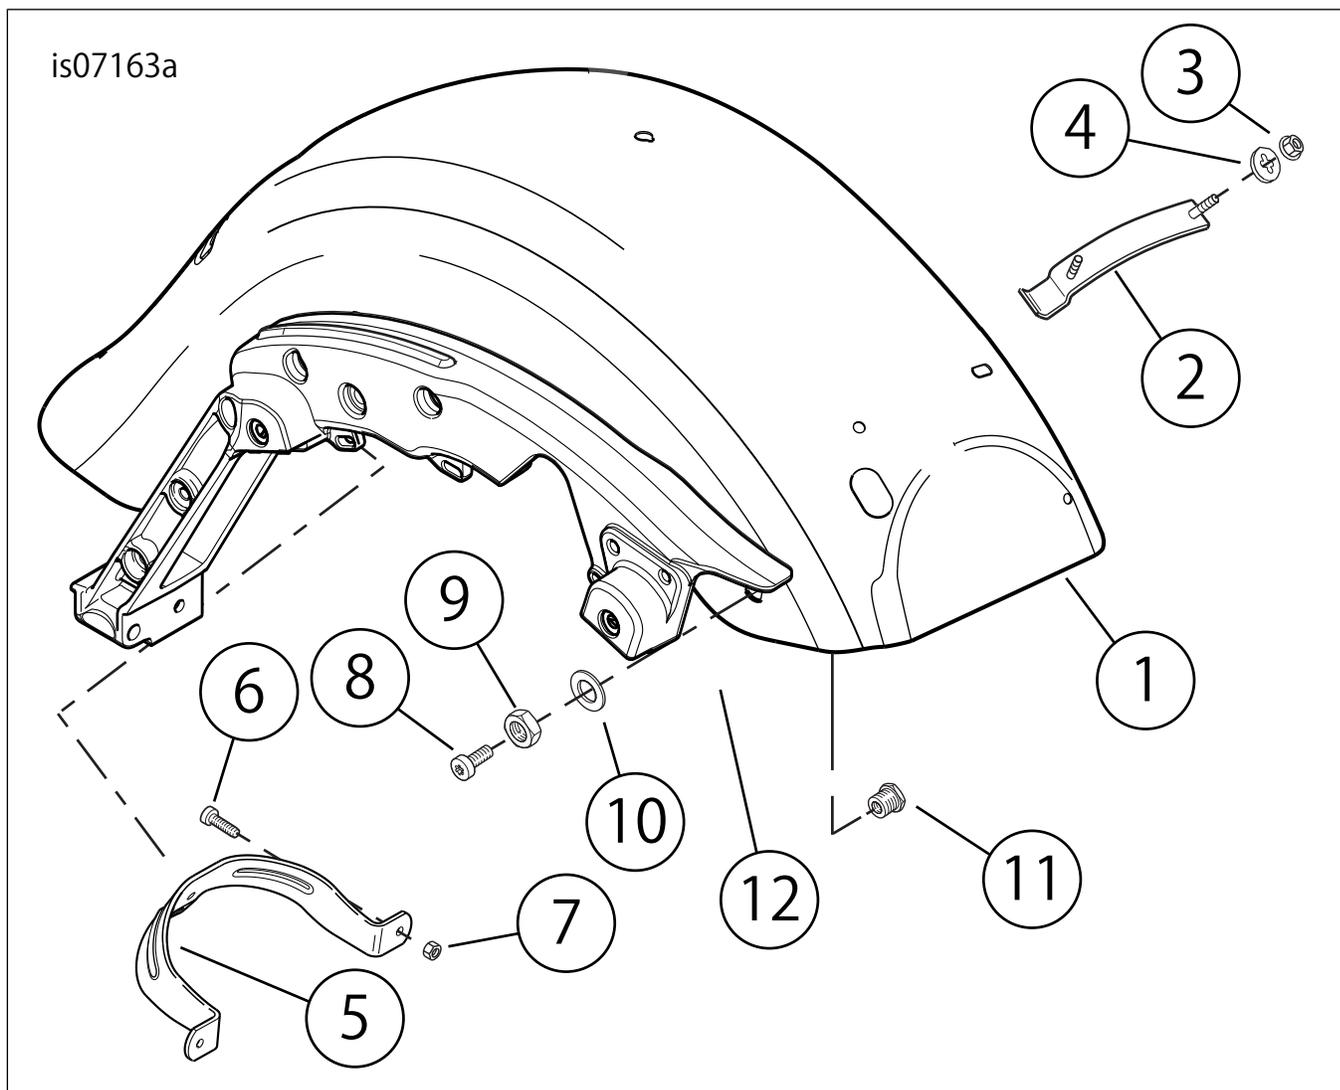

図3。配線図、オーディオハーネス69200321
3. ハーネスが現在ラジオ後方にある6ウェイ車両インターコネクタハーネスソケットハウジング[6B]と35ウェイリセプタクル[28A]に接続されている場合、車両からそのハーネスを抜いて外します。「図3」および「表1、アイテム1」を参照してください。黒の6ウェイオーディオハーネスピンハウジング[6A] (「コネクタ6」ラベル付)を新しいオーディオハーネスから車両インターコネクタハーネスソケットハウジング[6B]に差し込みます。
4. 「図3」および「表1」を参照してください。2ウェイコネクタ[35FB] (2)を左フェアリングスピーカーに差し込みます。2ウェイコネクタ[35TB] (4)を左ピンセットに差し込みます。
5. 16ウェイモレックスソケットハウジング[149B] (8)をフロントアンプに差し込みます。